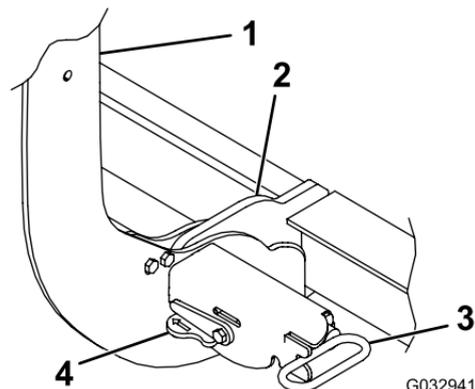

Figure 9
4. Tournez les leviers sur les accouplements à la position de DÉVERROUILLAGE (Figure 9).